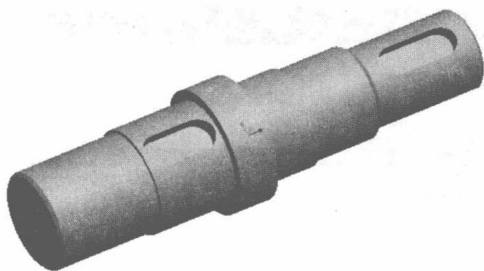

图 1.6 插入的轴
STEP 05 选中该零件后，单击【打开】对话框中的  按钮，将该阶梯轴零件插入到装配设计环境中，此时零件显示为金黄色，如图 1.6 所示。